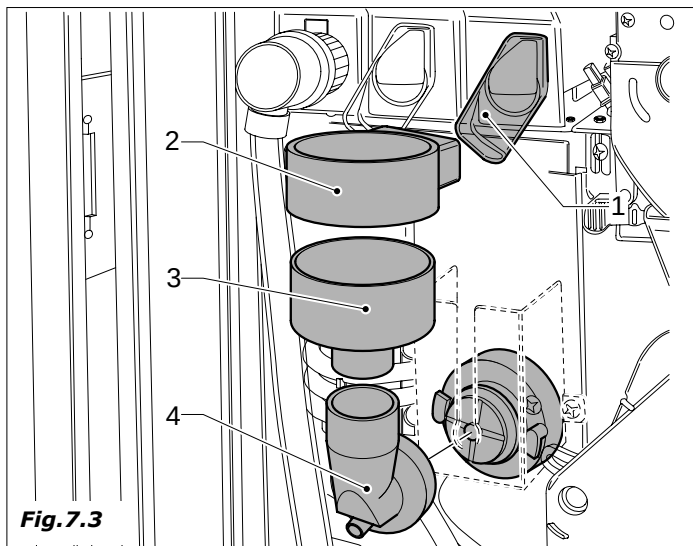

Fig.7.3
- embudos y cierre magnético de contenedores de producto (Fig.7.3-pos.1)
- salida de agua, (2), batidoras (3) y aspas de las batidoras (4)